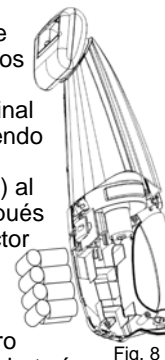

Fig. 8
5. Levante cuidadosamente la batería y desconecte los terminales. (Fig. 8)